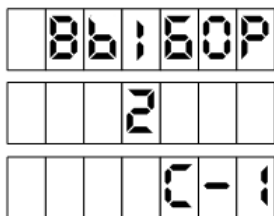

Рисунок 11
– "включен, 2 клавиатуры" отличается тем, что в нижней строке табло дополнительно отображается номер стороны, к которой поднесли карту (рисунок 11). Дальнейшие действия необходимо производить с клавиатуры этой же стороны. Нажатия кнопок противоположной клавиатуры игнорируются.